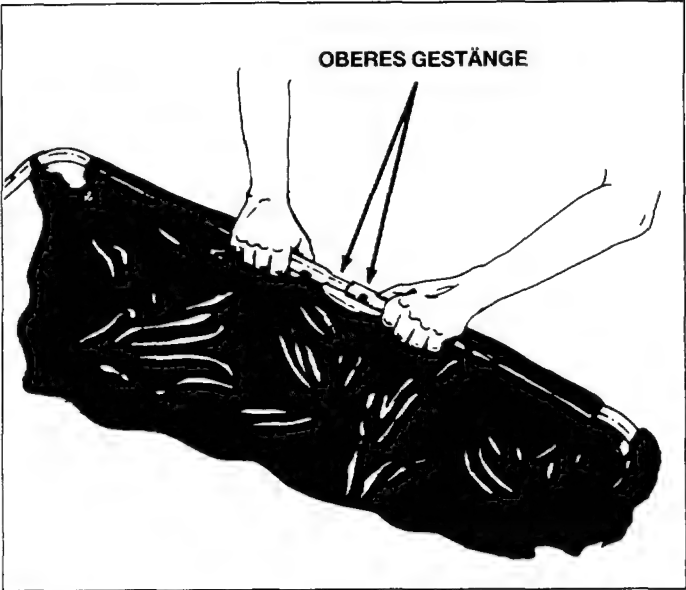

Bild 14
- Die beiden oberen Gestänge wie in Bild 14 gezeigt zusammenschieben bis die beiden Bohrungen übereinander stehen.